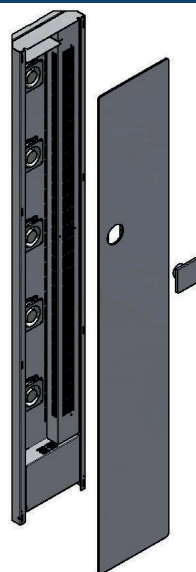
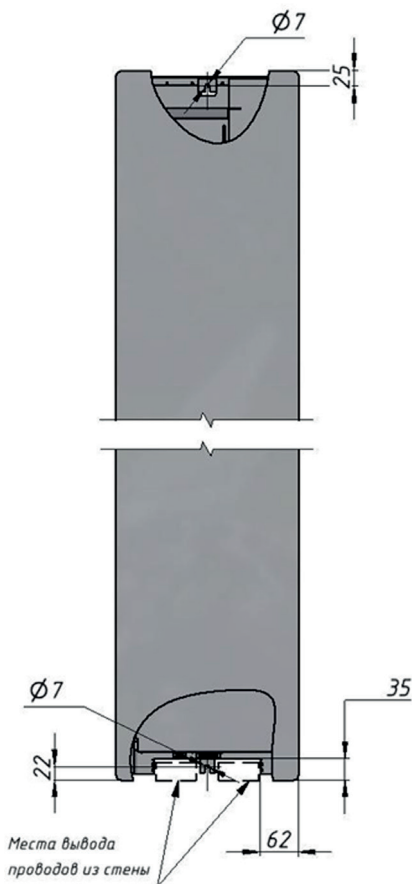

Рис.1
Рис.2
3) Разметьте положение отверстий для крепления на стене, в соответствии с желаемым расположением конвектора и руководствуясь местами расположения монтажных отверстий на кронштейнах прибора (рис.1). Обратите внимание, что при монтаже необходимо выдерживать минимальные расстояния от соседних предметов (рис.2).